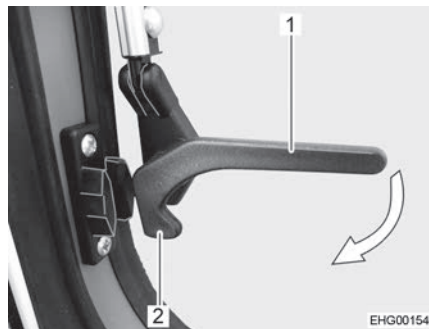

Bild 31 Låsarm, i sidan (i läget "öppet")
- Sväng låsarmarna i sidorna (Bild 31,1) en kvarts varv mot fönsterkarmen tills låsspaken (Bild 31,2) hakar fast.